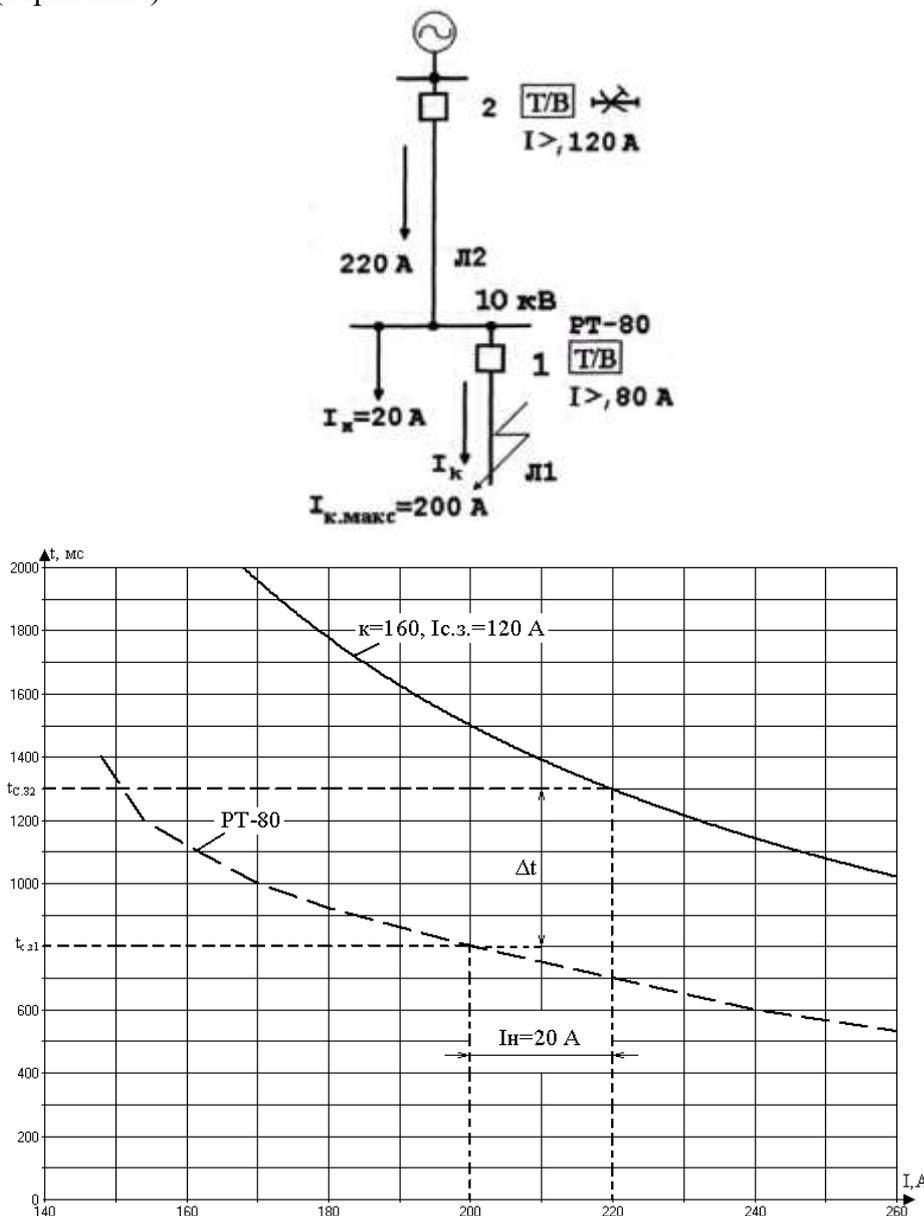

Рисунок 10.8 – Пример согласования характеристик устройств МР5 и дискового индукционного реле РТ-80
**Случай 1.** На предыдущей (нижестоящей) линии Л1 установлена защита с индукционным реле РТ-80 с обратнoзависимой времятоковой характеристикой (рисунок 10.8) с известными уставками, а на последующей (вышестоящей) линии 2 надо выбрать обратнoзависимую характеристику МТЗ. Предположим, что ток срабатывания защиты 2 уже выбран по условиям (10.1), (10.2) и (10.5) и равен, например, 120 А (первичных).
Время срабатывания защиты 1 при КЗ в начале защищаемой линии ( $I_{к.макс} = 200\text{А}$ ) определяется по типовой характеристике реле РТ-80 равным  $t_{с.з.1} = 0,8\text{ с}$  (рисунок 10.8). Принимая  $\Delta t = 0,5\text{ с}$ , получаем, что для устройства МР5  $t_{с.з.2} = 0,8 + 0,5 = 1,3\text{ с}$  при  $I_{расч} = 220\text{ А}$ .